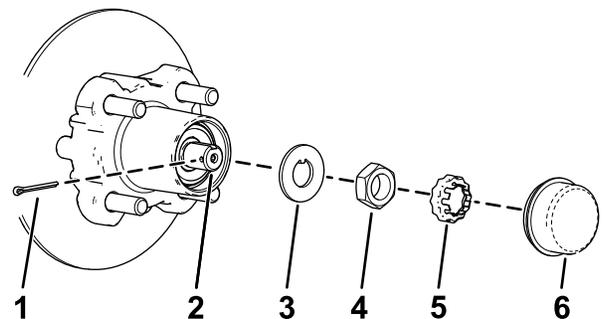

Bild 39
4. Nehmen Sie den Staubdeckel von der Radnabe ab (Bild 39).
5. Nehmen Sie den Splint und die Mutterbefestigung von der Spindel und der Spindelmutter ab (Bild 39).
6. Nehmen Sie die Spindelmutter von der Spindel ab und trennen die Radnabe und den Drehzylinder von der Spindel ab (Bild 39 und Bild 40).